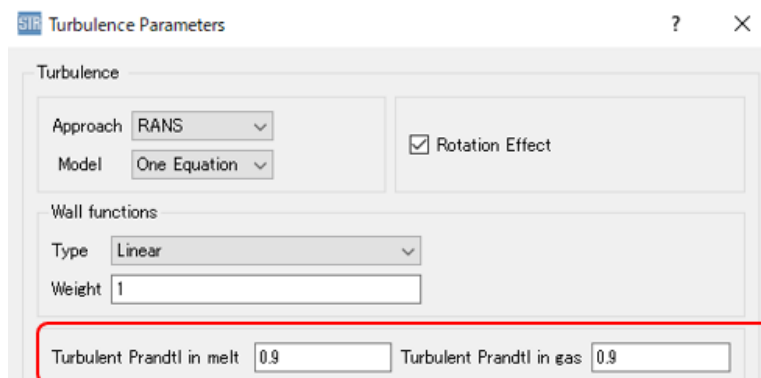

図 12. 乱流モデルに関する設定画面（乱流プラントル数に関する設定）
- 融液とガス領域への乱流プラントル数の個別設定 (図 12)